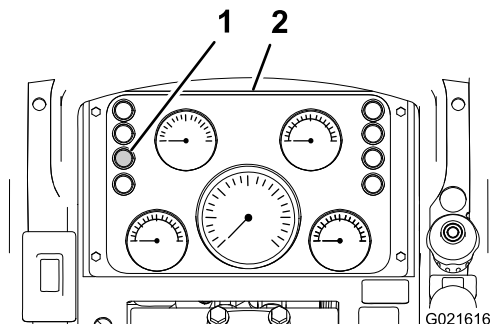

Figure 47
2. Contrôlez le témoin de colmatage du filtre à air au tableau de bord (Figure 47).